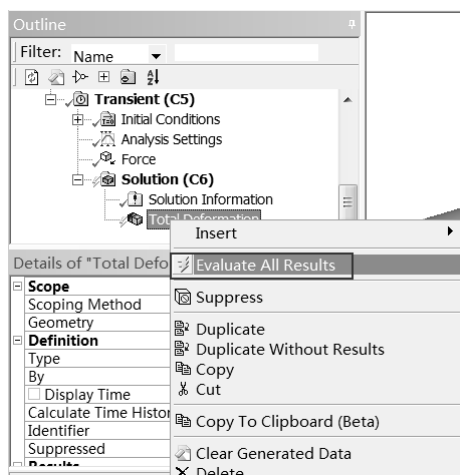

图 9-84 快捷菜单
Step3: 在 Outline (分析树) 中的 Solution (C6) 选项上右击, 在弹出的快捷菜单中选择 Evaluate All Results 命令, 如图 9-84 所示, 此时会弹出进度显示条, 表示正在求解, 当求解完成后进度条自动消失。